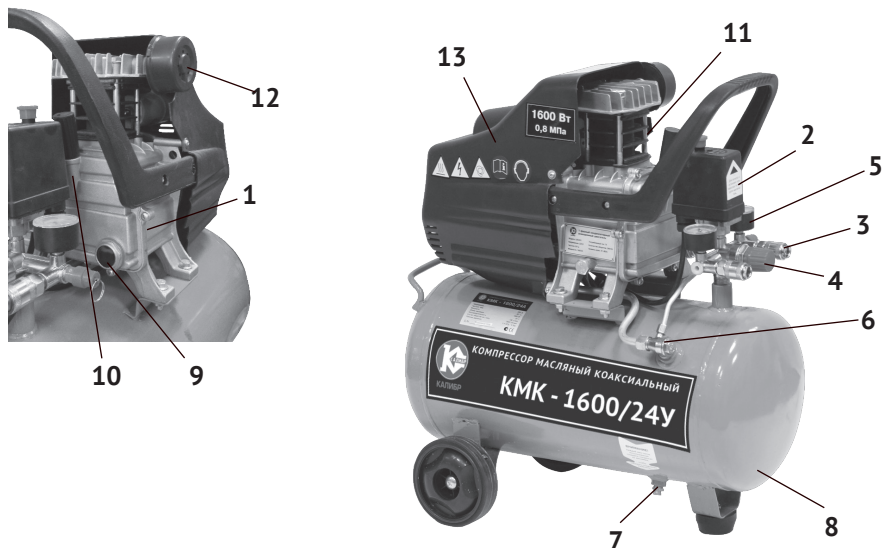
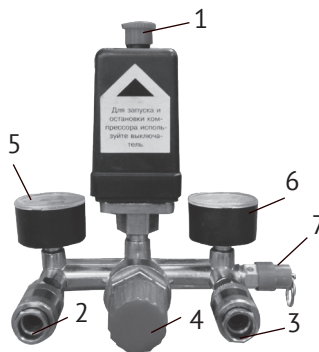

рис. 1
рис. 3
4.1 Общий вид компрессора схематично представлен на рис.1
4.2 Картер компрессорной группы (рис.1 поз.1) с двигателем закреплены на металлическом корпусе ресивера (рис.1 поз.8). Двигатель закрыт пластиковым кожухом (рис.1 поз.13). Вращение якоря двигателя преобразуется кривошипно-шатунным механизмом в возвратно-поступательное движение поршня. Сжатый воздух из выпускного клапана цилиндра подаётся в ресивер. При подключении к быстроразъёмным выходным штуцерам (рис.1 поз.3) коллектора пневмоинструмента, сжатый воздух подаётся к инструменту. Выходное давление в штуцерах регулируется редуктором и контролируется манометрами.
При подключении компрессора к сети питания, убедитесь что, выключатель реле давления (рис.3 поз.1) находится в позиции «Выкл», положение «Нажато». Запустите компрессор, переведя выключатель в позицию «Вкл», положение «Отжато». Для обеспечения хорошей работы компрессора при первом запуске рекомендуется оставить компрессор работающим в течение 5 - 8 минут с полностью открытыми выходными штуцерами (рис.3 поз.2,3) и редуктором (рис.3 поз.4), после чего откройте вентиль слива конденсата (рис.1 поз.7), находящийся снизу ресивера и слейте конденсат. После первых 5-ти часов работы компрессора проверьте крепление винтов головки цилиндра и кожуха двигателя (рис.1 поз.13).
При полностью открытом редукторе (рис.3 поз.4), в выходные штуцера (рис.3 поз.2 и 3) подаётся давление из ресивера. Оба манометра (рис.3 поз.5 и 6) показывают давление в ресивере. Выходное давление в штуцере (рис.3 поз.2) регулируется редуктором (рис.3 поз.4) и контролируется манометром (рис.3 поз.5).
Так же компрессор оснащён предохранительным клапаном (рис.3 поз.7) для ограничения максимального давления в ресивере.
7.3 По окончании работы полностью сбросьте давление, открыв выходные штуцера (рис.3 поз.2 и 3).